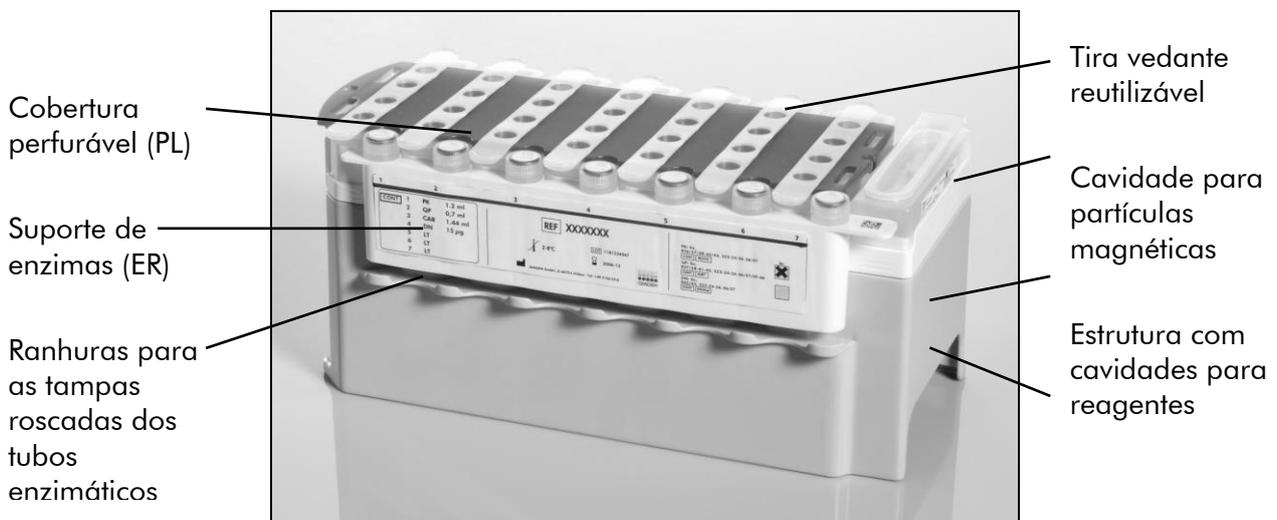

Figura 2. Cartucho de reagente QIASymphony (RC). O cartucho de reagente (RC) contém todos os reagentes necessários para o ensaio do protocolo.
Os reagentes para a purificação de ADN estão contidos num cartucho de reagentes (RC) inovador (ver a figura 2). Cada cavidade do cartucho de reagente (RC) contém um reagente específico, como por exemplo partículas magnéticas, tampão de lise, tampão de lavagem ou tampão de eluição. Os cartuchos de reagentes (RC) parcialmente utilizados podem voltar a ser fechados com tiras vedantes reutilizáveis, evitando a geração de resíduos por reagentes sobranes no fim do procedimento de purificação.
Após a remoção da cobertura da cavidade das partículas magnéticas e dos tubos do suporte de enzimas serem abertos (as tampas roscadas podem ser armazenadas em ranhuras especiais para o efeito, ver a figura 2 acima), o cartucho de reagente (RC) é subsequentemente carregado na bandeja "Reagents and Consumables".